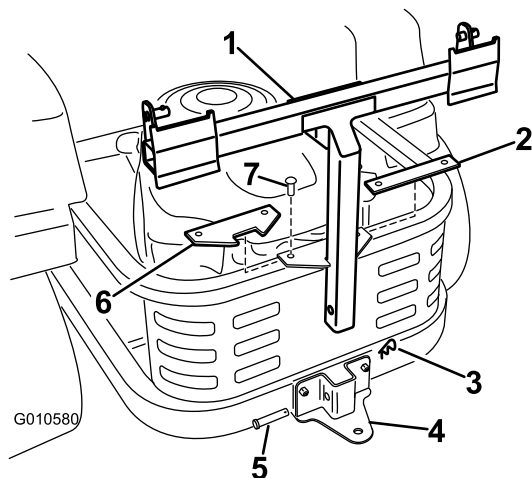

Figure 5
- Montez la nouvelle plaque comme illustré à la Figure 5 avec les fixations retirées précédemment.
- Montez le bâti du dispositif de ramassage sur le support. Fixez le bâti du dispositif de ramassage avec un axe de chape (1/2 x 60 mm) et une goupille fendue (Figure 5).